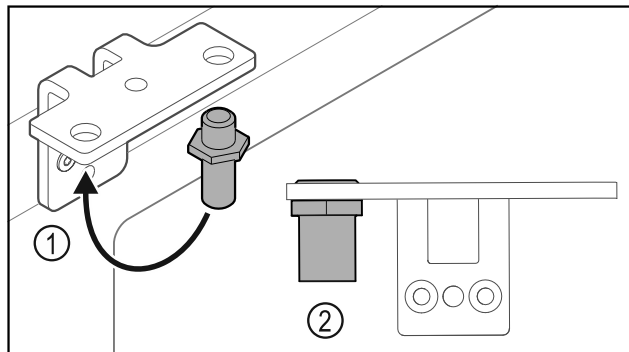

Fig. 27
- ▶ Přesaďte čep Fig. 27 (1) v úhelníku závěsu.
- ▶ Utáhněte čep Fig. 27 (2) **utahovacím momentem 12 Nm**.